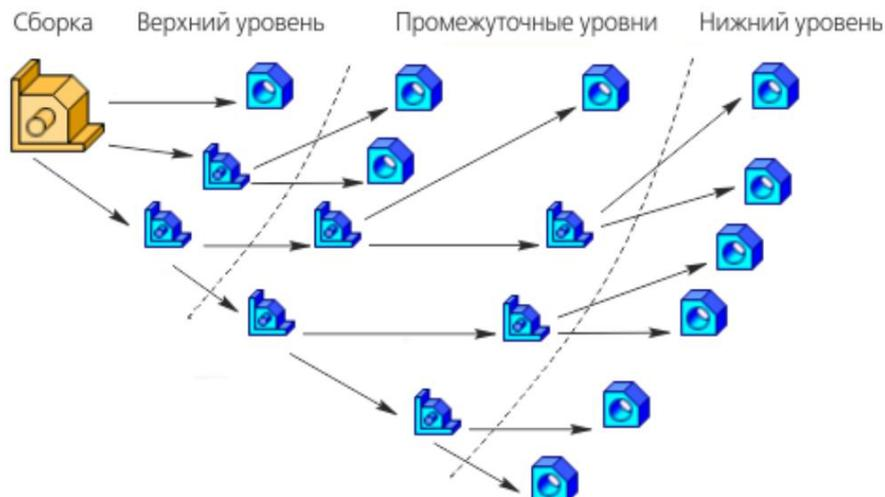

Рис. 3.1. Схема проектирования сверху вниз
– Сверху вниз — компоненты создаются в контексте сборки, при этом построение следующих может базироваться на предыдущих (Рис. 3.1.);